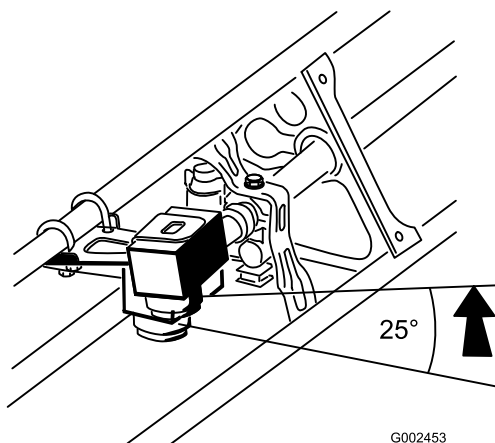

Bild 3
- Drehen Sie den Sensor und das Schutzrohr so, dass sie ungefähr 25 Grad parallel über dem Boden sind; ziehen Sie dann alle Sicherungsmuttern und U-Bügel fest, um den Sensor und das Schutzrohr zu befestigen (Bild 3). Nach dem Abschluss der Einstellungen sollte das Schutzrohr über dem Sensor sein.